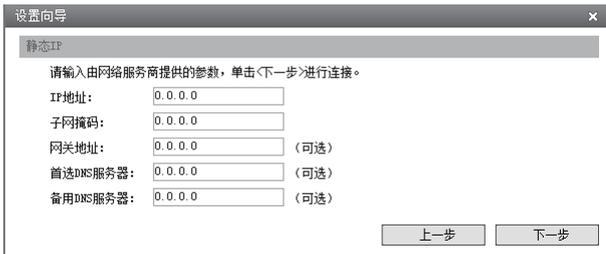

图4-11 上网方式-静态IP
- 3) 如果上网方式为静态IP，即拥有网络服务商提供的固定IP地址，则需要填写IP地址、子网掩码、网关和DNS服务器等内容，如图4-11所示。